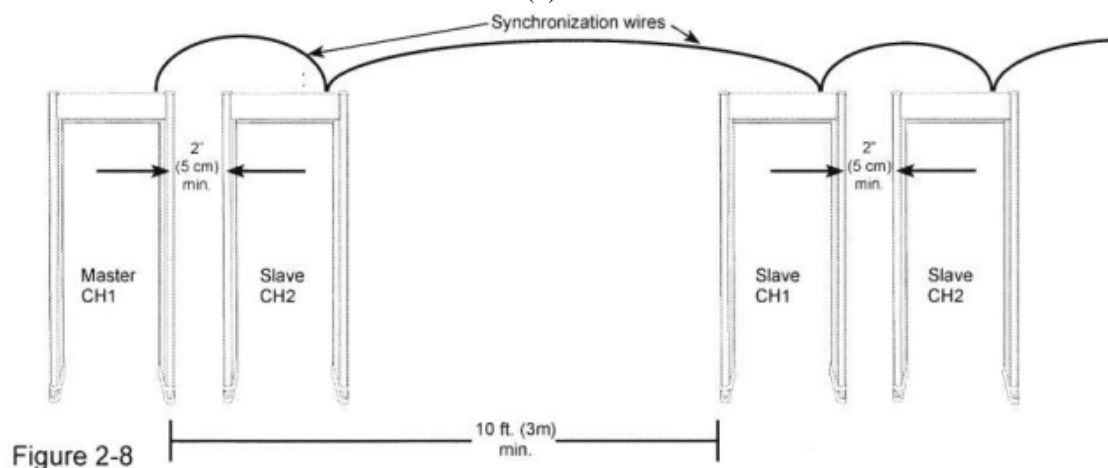

Рис.2-8.(1)-Провода синхронизации; Master=Мастер; Slave=Подчиненный.
- Все детекторы имеют 33 зоны (См. рис. 2-8.)